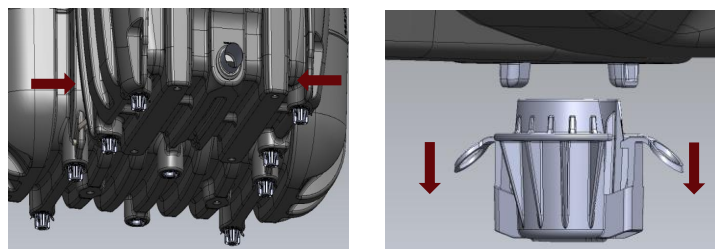

Fig. 28: Dépose des pieds amovibles
2. Déclipser les pieds situés sous les deux cuves tel qu'indiqué en Fig. 28. Ils peuvent être dirigés vers une filière recyclage du plastique.